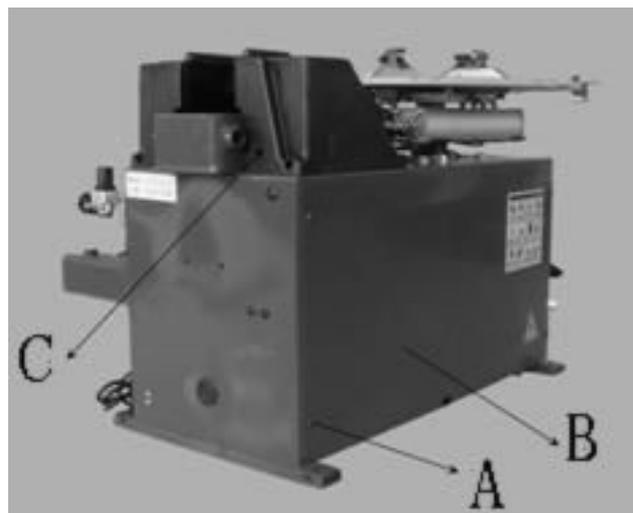

図 4-2
A) サイドパネル(図 4-2-B)とツールボックス上の固定ネジを取り外し(図 4-2-C)ツールボックスを取り出します。